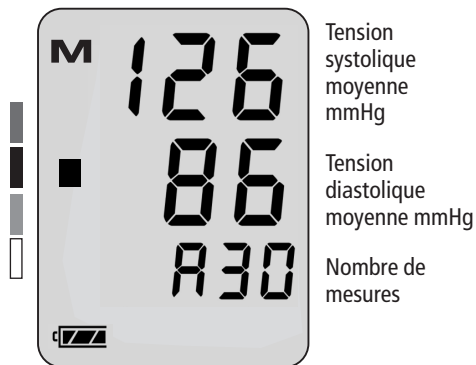

Figure 8
- ➔ L'appareil étant éteint, rappelez la valeur moyenne après 30 mesures enregistrées en pressant la touche START pendant environ 3 secondes. La valeur moyenne de l'ensemble des mesures enregistrées ( Systole et Diastole ) apparaît. Sur la partie " PUL" de l'écran, le nombre de mesures apparaît (voir figure 8 )
Dans le bord gauche de l'afficheur, un rectangle noir apparaît (voir figure 8). Il correspond à la grandeur de la tension artérielle moyenne. À l'aide de l'échelle d'évaluation jointe (voir figure 9), recherchez dans quelle zone se situe votre tension artérielle selon l'OMS (voir page 91).